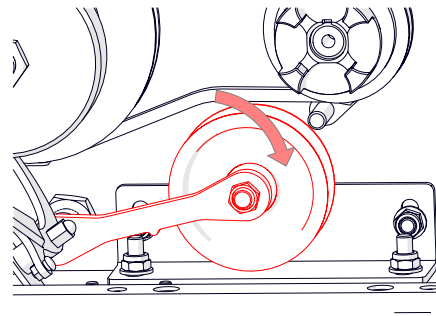

Fig. 15G – Ajuste a polia para evitar contacto com a correa quando a transmissão está desengatada.
9. Ajuste a polia para que, quando o manípulo da transmissão estiver na posição de desengatado, fique apoiado no suporte (Fig. 15G), evitando assim o contacto com a correia, na medida do possível.